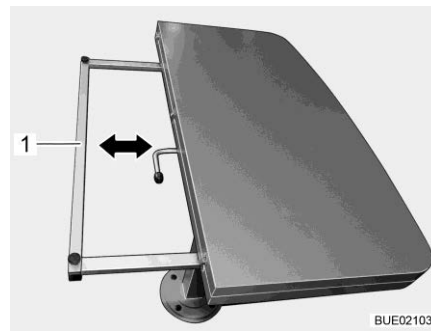

Fig. 130 Raccourcir le plateau de table
- Maintenir le cadre support (Fig. 130,1) des deux côtés et pousser de manière homogène jusqu'en butée sous le plateau de table.